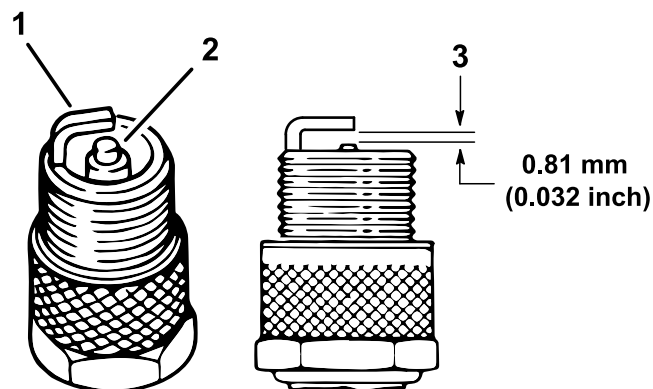

Figura 38
4. Verifique o estado dos elétrodos lateral e central, bem como do isolante do eléctrodo central, certificando-se de que não se encontram danificados (Figura 38).
5. Ajuste a folga existente entre a zona central e lateral do eléctrodo para 0,81 mm, como se mostra na Figura 38.